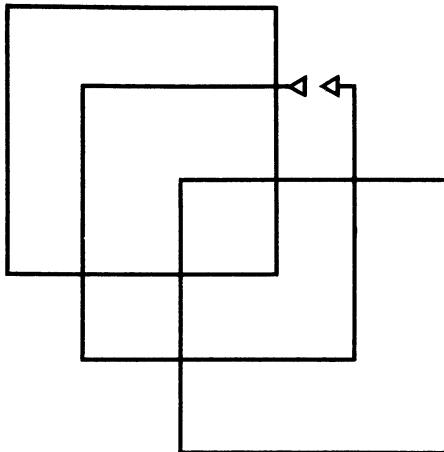

Рис. 51. К задаче 80
80. Перед тем как войти в крепость, сделаем небольшую разминку — пройдем лабиринт Льюиля Кэрролла (рис. 51). При этом необходимо выдержать одно условие — линии нигде не должны пересекаться, два раза по одной линии проводить нельзя, линия не должна прерываться.